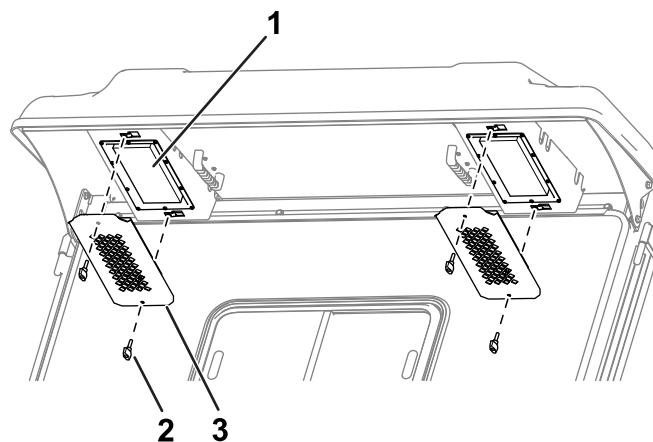

Bild 82
1. Entfernen Sie die Drehknöpfe und Roste vom hinteren Überhang der Kabine (Bild 82).
4. Verwenden Sie die Drehknöpfe und Roste, um die Filter in die Kabine einzubauen (Bild 82).